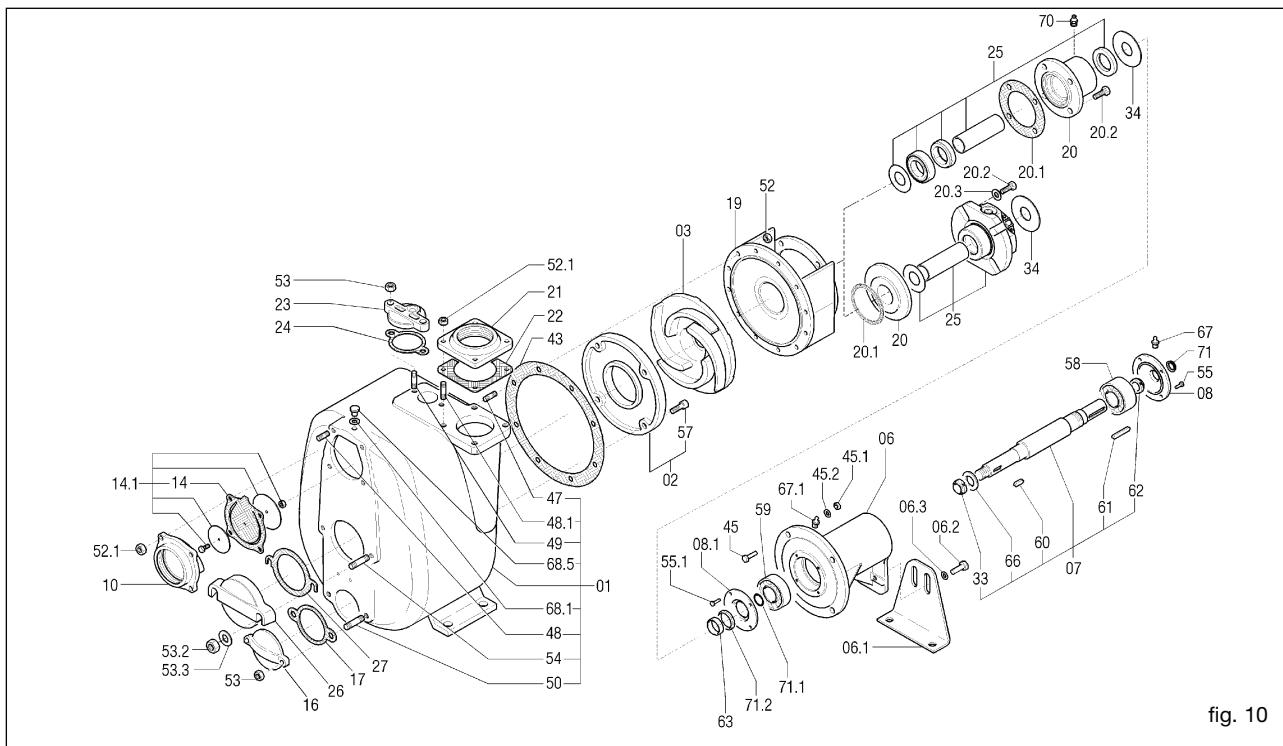
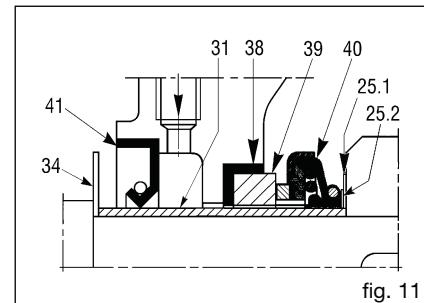
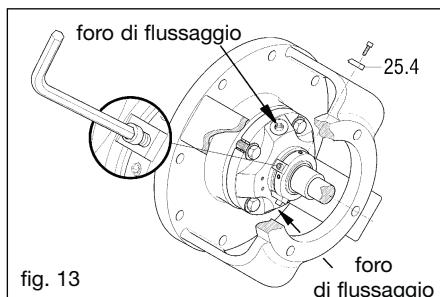

fig. 10
fig. 11
fig. 13
La tubazione di aspirazione deve avere un diametro uguale a quello della bocca di aspirazione della pompa (per diametri superiori consultare la Varisco). Evitare, se possibile, curve, gomiti o strozzature che possano limitare l'afflusso di liquido alla pompa. Non montare la valvola di fondo: la pompa è provvista di valvola di non ritorno (14) (fig. 10) incorporata.
A titolo esemplificativo si riporta un disegno di esploso (fig. 10).
### 13.2 Sostituzione della girante (fig. 10)
### 13.3 Sostituzione del piatto d'usura (fig. 10)
### 13.4 Sostituzione della valvola (fig. 10)
- Svitare i dadi (52) (fig. 10) e rimuovere il corpo pompa, cercando di non danneggiare la garnizione (43).
- Bloccare la girante (03) e togliere il dado autobloccante (33).
- Fissare i posizionatori (25.4) di blocco della tenuta nelle apposite sedi (fig. 13).
- Togliere i posizionatori (25.4) (fig. 13) di blocco tenuta e fissarli sugli appositi fori della flangia per un riutilizzo in fase di smontaggio.
Per ottenere ciò le quote A e B di fig. 17, 18, 20, 21 devono risultare il più possibile uguali. A tale scopo si usano gli anelli di compensazione (25.2) (fig. 11) forniti con la tenuta di ricambio. Tali anelli servono a spostare in avanti la girante nel caso venga a trovarsi troppo distante dal piatto di usura frontale o troppo vicina a quello posteriore (quando previsto). Gli anelli di compensazione vanno montati tra l'anello sostiene tenuta (25.1) (fig. 11) e la girante. Ulteriori aggiustamenti possono essere fatti con le guarnizioni corpo e piatto posteriore. L'interposizione della guarnizione (43) (fig. 10) di spessore 0,5 mm determina la distanza richiesta (fig. 19).
### 13.8 Manutenzione dei cuscinetti (fig. 10)